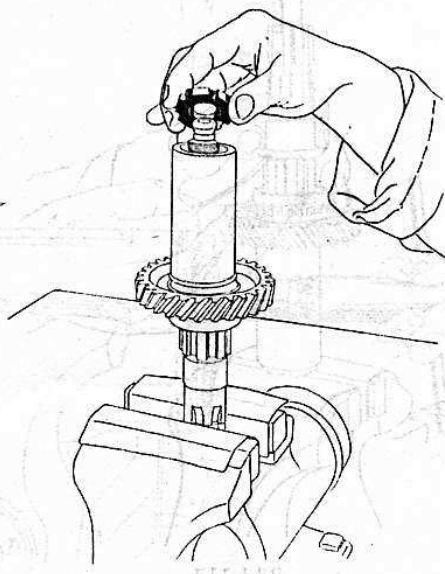

Bild 115
11. Rohrstück,  $\varnothing$  40/31 mm, 93 mm lang, als Montagehilfe über freies Ende der Hauptwelle schieben und mit Nutmutter festschrauben (Bild 115).